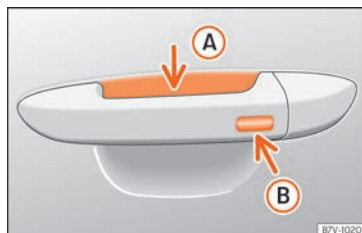

Fig. 49 Manecilla de la puerta: superficies sensoras.
»» fig. 49
- Toque la superficie sensora »» fig. 49 (Ⓑ) situada en el lado exterior de la manecilla de la puerta. Todos los intermitentes parpadean una vez.
• Antes de que transcurran 5 segundos, toque una vez el sensor del lado exterior de la manecilla de la puerta  **fig. 49** . Al hacerlo, no agarre la manecilla. El sistema Keyless Access queda desactivado temporalmente.
Para **cerrar con la función de confort** todas las ventanillas eléctricas y el techo de cristal, mantenga un dedo durante unos segundos sobre la superficie sensora de bloqueo  **fig. 49**  de la manecilla de la puerta hasta que se hayan cerrado las ventanillas y el techo.